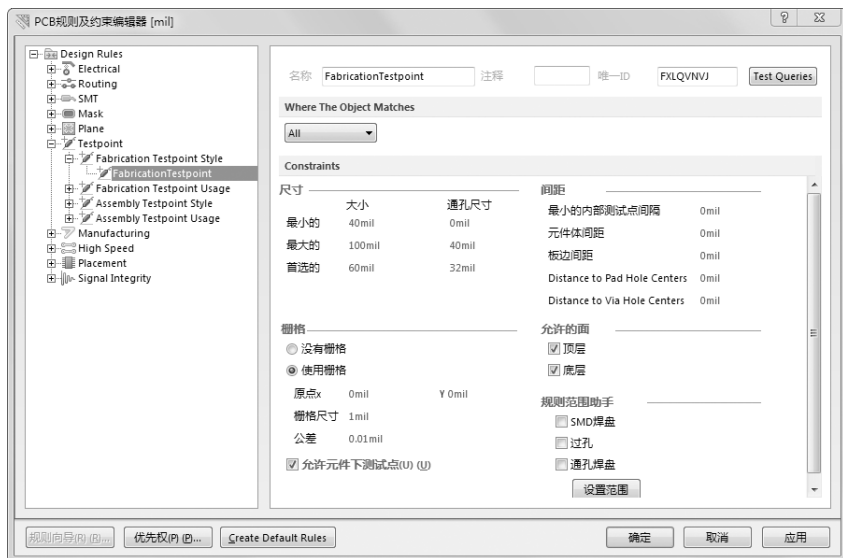

图 9-23 “FabricationTestpoint” 规则的设置对话框
(1) “FabricationTestpoint”（装配测试点）：用于设置测试点的形式，如图 9-23 所示为该规则的设置对话框，在该设置对话框中可以设置测试点的形式和各种参数。为了方便电路板的调试，在 PCB 上引入了测试点。测试点连接在某个网络上，形式和过孔类似，在调试过程中可以通过测试点引出电路板上的信号，可以设置测试点的尺寸以及是否允许在元件底部生成测试点等各项选项。